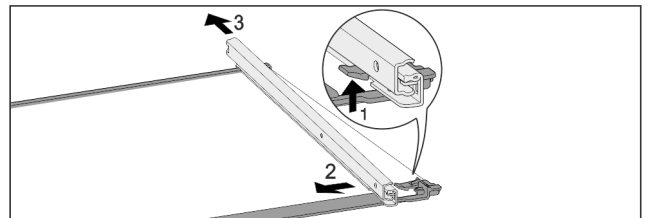

Fig. 104 Staklena ploča s vodilicama
- ▶ Prednji uskočnik pritisnite prema gore. Fig. 104 (1)
- ▶ Izvlačnu vodilicu povucite u stranu Fig. 104 (2) i prema natrag Fig. 104 (3).